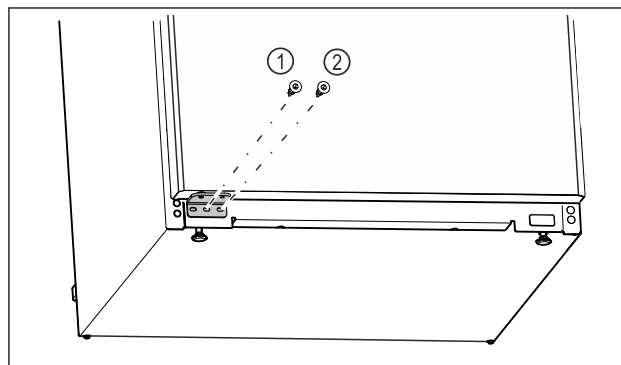

Fig. 17
- ▶ Skru hængslets midterste skruer Fig. 17 (1) fast med Torx 20-skruetrækker.
- ▶ Skru hængslets inderste skruer Fig. 17 (2) fast med Torx 20-skruetrækker.